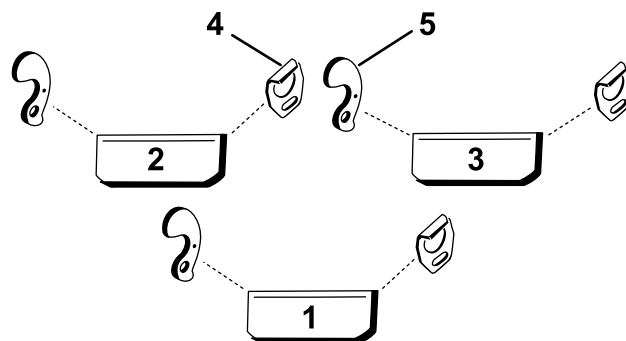

Рисунок 3
2. Чтобы определить те точки на несущей раме режущего блока, где необходимо установить направляющие или кронштейн в сборе, используйте Рисунок 3.